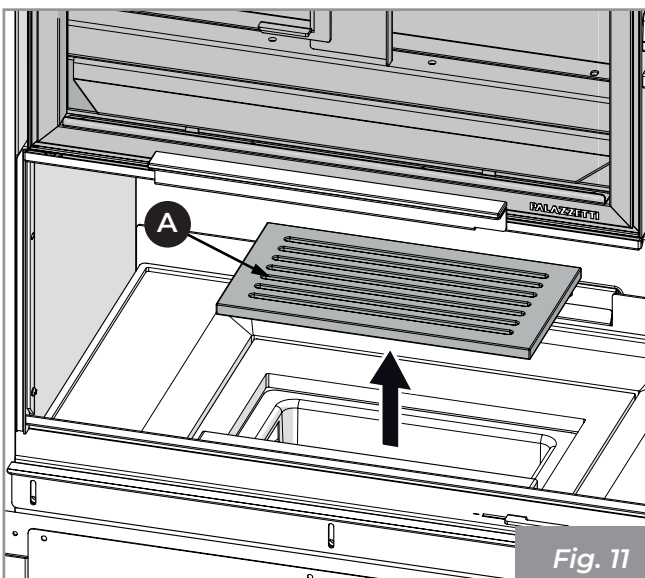

Fig. 11
- 1) Asegurarse que la rejilla (A) (Fig. 11) esté libre por eventuales residuos de combustión que puedan obstruir el libre pasaje de aire. Retirla y efectuar la limpieza del fogón utilizando una escobilla (no en dotación) llevar los residuos de la combustión al cajón de cenizas. Prestar atención a eventuales brasas ardientes.